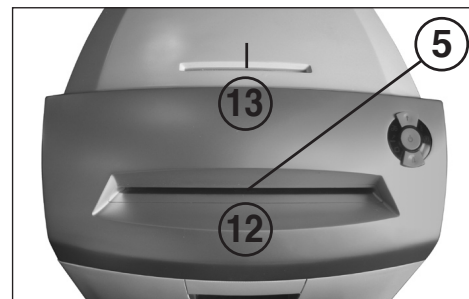

Fig. 3
#### 5 = Barreira luminosa (marcha para frente) (Fig. 3)
#### 12 = Ranhura de alimentação (Fig. 3)
#### 13 = Ranhura de alimentação de segurança (Fig. 3)
**Papel** – inserir o papel na ranhura de alimentação (12) (Fig. 3) para que o cortador possa trabalhar.
**Suportes informáticos** (CD, DVD ou cartões de crédito) – inserir suportes informáticos um por um na ranhura de alimentação de segurança em separado (13) (Fig. 3) para que o cortador possa trabalhar.